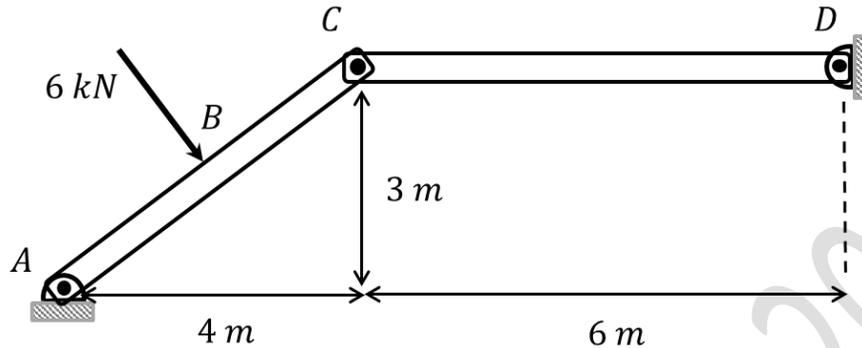

Fig. 6.10.
6.4.- Se aplica una fuerza de 6 (kN) en el punto B del elemento AC del armazón mostrado en la Fig. 6.10. El punto B está localizado en la mitad de \overline{AC} y la fuerza se aplica perpendicular a este elemento. El armazón está montado en dos pasadores fijos A y D. Calcule las fuerzas en el pasador fijo A.